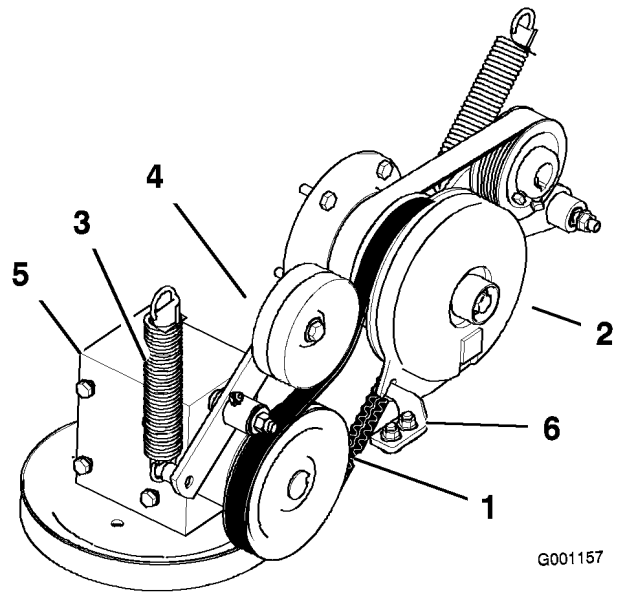

Bild 59
4. Entfernen Sie die Feder vom Spannarms (Bild 59).
7. Verlegen Sie den neuen Zapfwellen-Treibriemen um die Kupplungs- und Getriebespannscheibe (Bild 59).
9. Haken Sie die Feder wieder in den Spannarms ein (Bild 59).